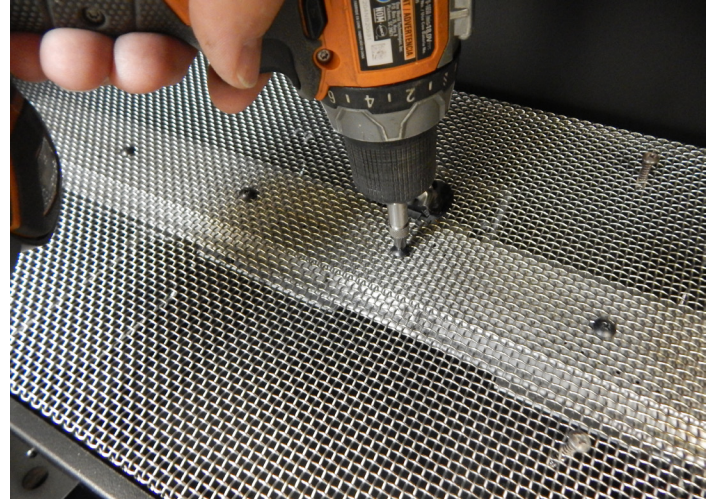

Figure 2
9. Retirer les neuf (7) vis Phillips à tête bombée qui fixent la grille qui recouvre le brûleur. **Voir Figure 2.** Soulever la grille du brûleur pour l'enlever et la mettre de côté.